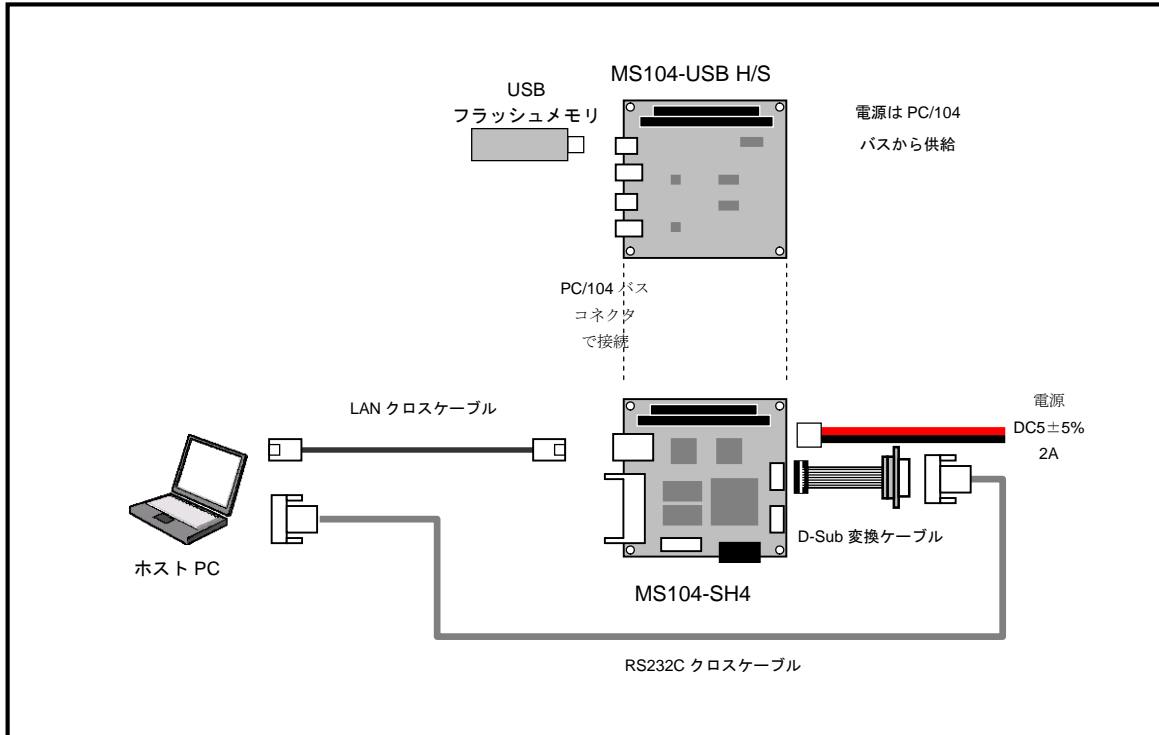

Fig 3.3-3 USB フラッシュメモリとの接続
- ① MS104-USB H/S と MS104-SH4 を「Fig 3.3-3 USB フラッシュメモリとの接続」を参考に接続します。MS104-SH4 の電源が OFF であることを確認し、MS104-SH4 ボードの COM2(SCIF)と Ethernet ポートをそれぞれ、ホスト PC のシリアルポートと Ethernet ポートに接続してください。MS104-SH4 の電源を ON にし、RedBoot の起動ログが表示されることを確認します。